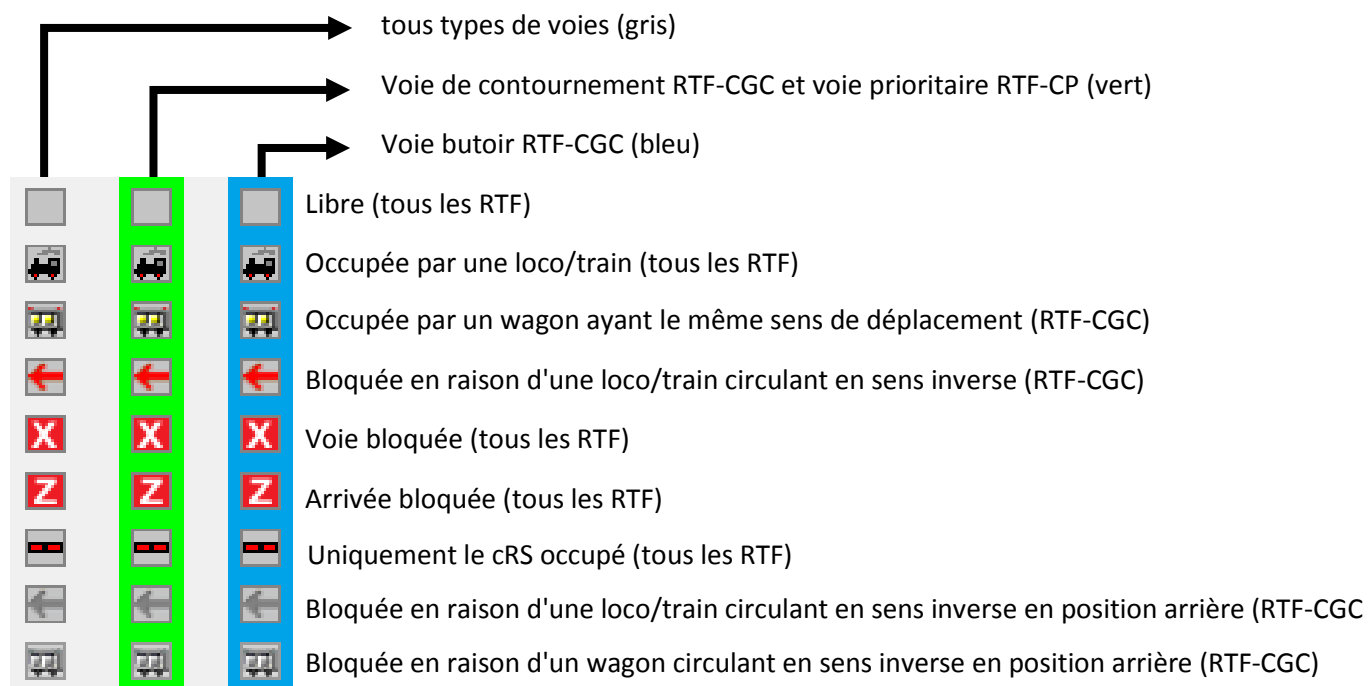

Fig. 13.1
- Dans l'indicateur d'état étendu (colonne 1/2), des informations graphiques supplémentaires peuvent apparaître en fonction du type de RTF (Fig. 13.1):